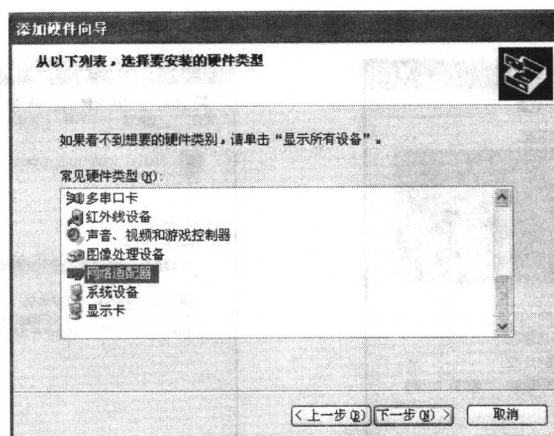

图 1-10 “添加硬件向导”对话框
- (3) 从中选择“安装我手动从列表选择的硬件”单选按钮, 单击“下一步”按钮, 如图 1-10 所示。